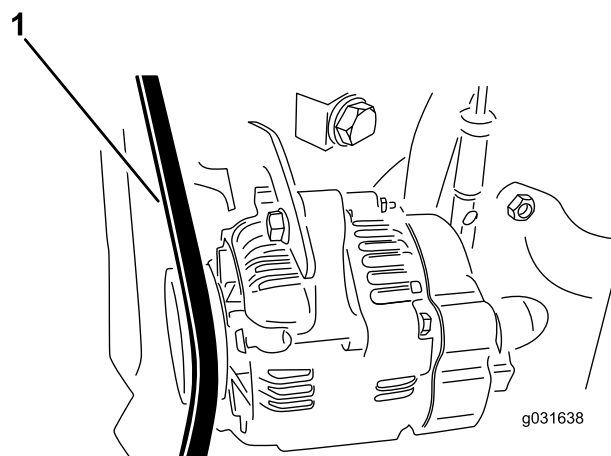

Рисунок 59
2. Приложите усилие 30 Н к ремню генератора в точке посередине между шкивами (Рисунок 59).